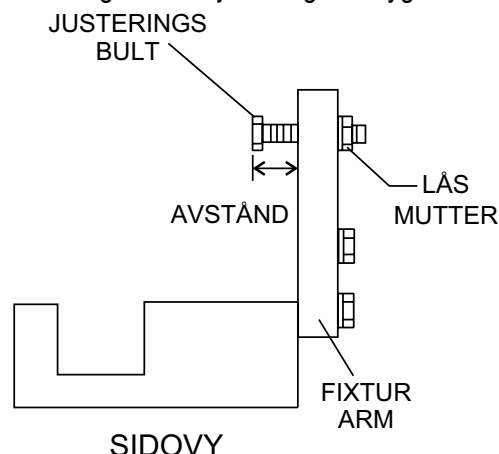

Bild 44. Glättararmjusteringsverktyg sidovy
På bild 44 visas justeringsfixturen med en glättararm infogad. Då varje glättararm låses fast i fixturen, justeras armbulten tills den får kontakt med ett stopp på fixturen. Detta kommer att konsekvent justera alla glättararmar och hålla efterbehandlaren så plan och jämnt vinklad som möjligt.
5. Justera "bultavståndet" som visas på bild 44 för att matcha en av armarna. De andra armarna anpassas till att matcha detta avstånd.